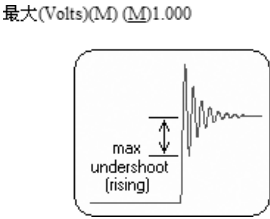

图 9-37 信号上升沿的反冲约束规则
- “Undershoot – Rising Edge”（信号上升沿的反冲约束规则）：如图 9-37 所示为该项设置示意图。